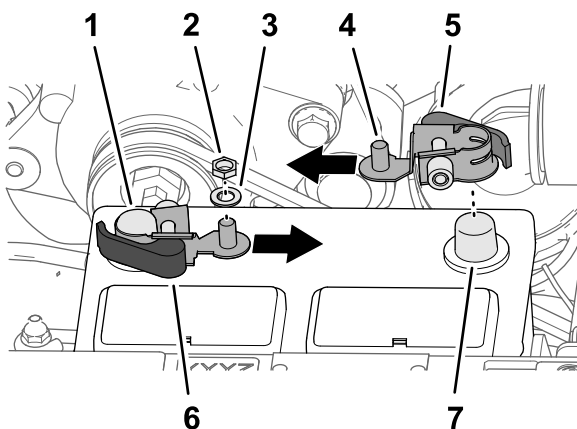

Figure 209
1. Retirez les écrous hexagonaux et les rondelles des colliers de connexion rapide à poignée rouge et noire (Figure 209).
- Assemblez le collier de connexion rapide sur la borne négative de la batterie, en dirigeant le tenon fileté du collier vers le centre de la batterie, comme montré à la Figure 209.